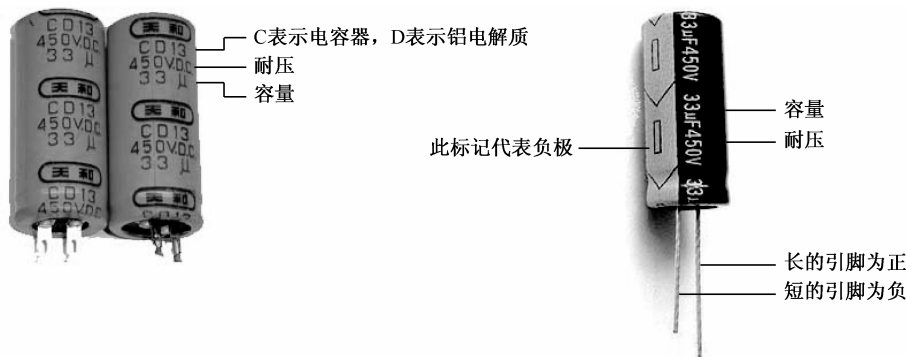

图 5-1-7 电容器的标识
(1) 电容器的型号：各国电容器的型号命名并不统一，国产电容器的型号命名一般由四部分组成（不适用于压敏、可变、真空电容器），如图 5-1-7 所示。
直标法, 即将容量用数字和单位符号直接标出。如 $33\mu\text{F}$ 表示 $33\mu\text{F}$, 如图 5-1-7 所示。有些电容用“R”表示小数点, 如 R56 表示 $0.56\mu\text{F}$ 。
(3) 耐压标识: 每一个电容器都有它的耐压值, 即电容器的额定电压值, 这是电容器的重要参数之一。普通无极性电容器的标称耐压值有 63V、100V、160V、250V、450V、600V、1000V 等, 有极性电容器的标称耐压值有 4V、6.3V、10V、16V、25V、35V、50V、63V、80V、100V、220V、400V 等。选用电容器时, 应使额定电压高于实际工作电压, 并要预留一定的余量, 以应对电压的波动。一般情况下, 额定电压应高于实际工作电压的 10%~20%, 对于工作电压稳定性较差的电路, 可酌情预留更大的余量。
(4) 正、负标识: 普通电解电容器外面有一条很粗的白线, 白线里面有一行负号, 表示负极, 另一边为正极。直插式电容器的正、负极在一般的情况下都是长的引脚是正极, 短的引脚是负极, 如图 5-1-7 所示。